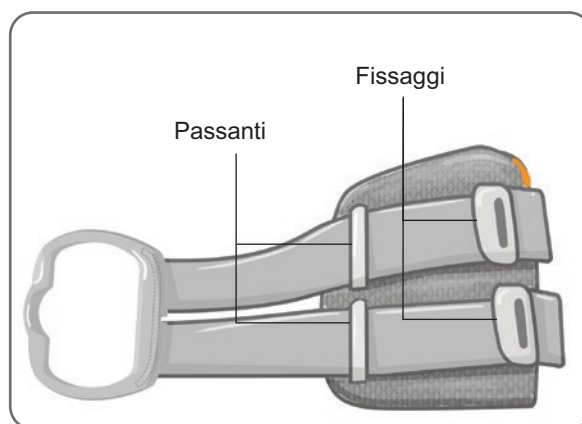

Figura 6-2: Fascia del gambale per la parte inferiore della gamba attaccata al gambale della misura normale
- Far scorrere la fascia nei passanti e nelle fibbie del gambale per la parte inferiore della gamba. Verificare che i fissaggi siano rivolti verso l'esterno del gambale per la parte inferiore della gamba. Premere sui fissaggi per assicurare la fascia (Figura 6-2).